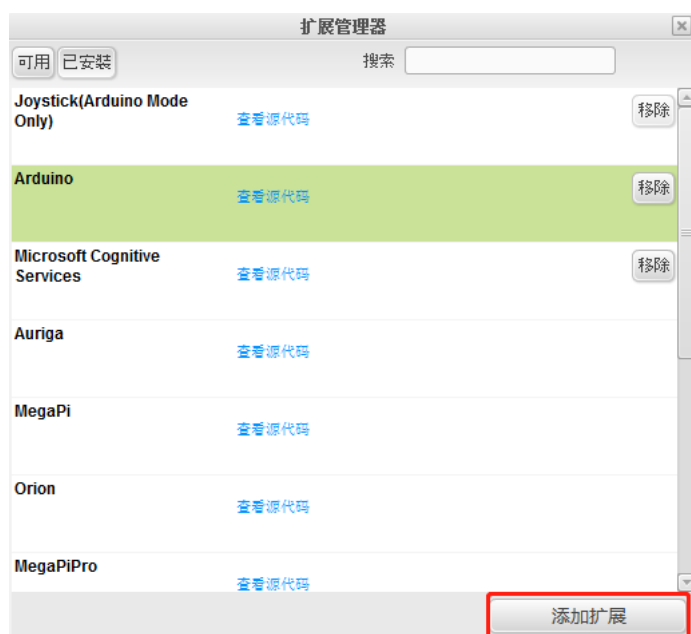

图 2-2
- 3) 在扩展管理器中点右下角的“添加扩展”,如图 2-2;